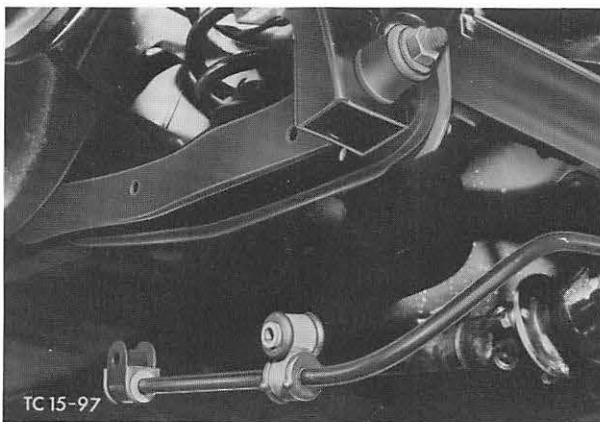

Abb. 42 Stabilisator von den Längslenkern abbauen
1. Stabilisator von den Längslenkern abbauen (4 Schrauben mit Scheiben und Muttern). Abb. 42.